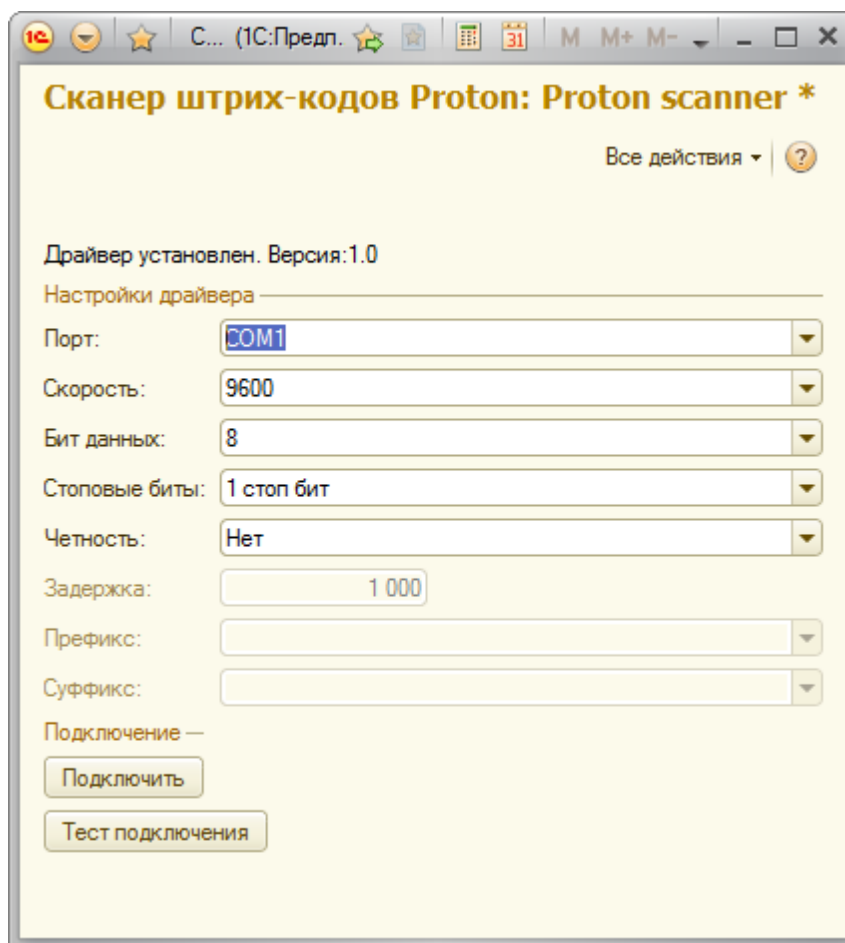

Рис.7 Окно настроек обработки после установки драйвера
* - настройки данных полей для сканеров штрих-кода Proton представлены на рис.7